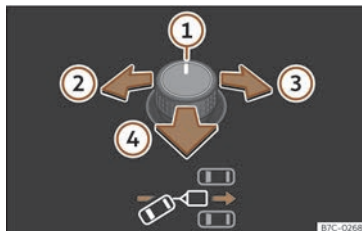
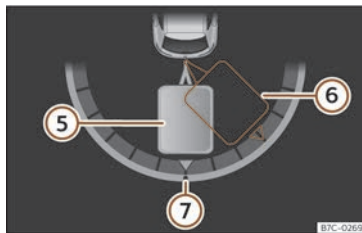

Fig. 144 Mando giratorio de los retrovisores exteriores: ajustar el ángulo del remolque.
Fig. 145 Pantalla del cuadro de instrumentos: dar marcha atrás.
Leyenda de la >>> **fig. 144**, >>> **fig. 145**:
- Bascule el mando giratorio hasta alcanzar la dirección deseada >>> **fig. 144**. En la pantalla del cuadro de instrumentos aparece a modo de orientación una representación del conjunto vehículo tractor y remolque en la posición actual >>> **fig. 145**.